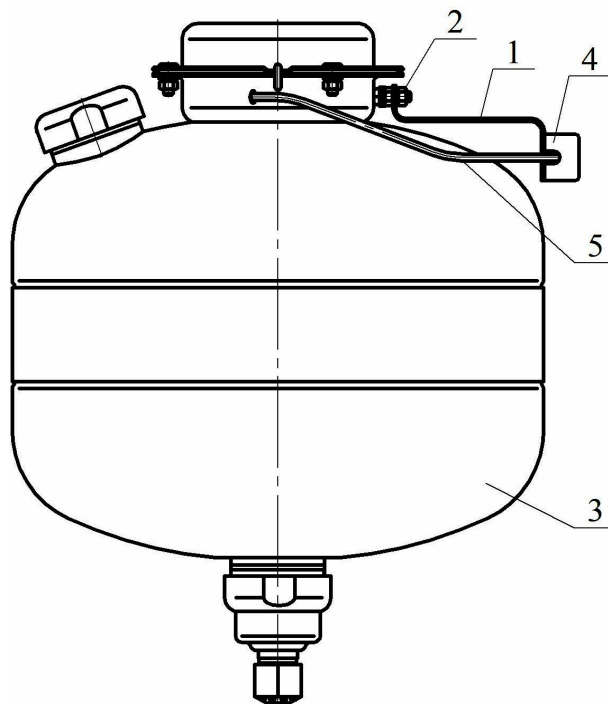

Рисунок 2
ж) по заявке Потребителя (см. рисунок 2):
4.1.2 Для удобства монтажа по заявке Потребителя МУПТВ может быть дополнительно укомплектован коробкой монтажной огнестойкой КМ-О 4(к)-IP41-s с кронштейном для монтажа ее на корпусе модуля (см. рисунок 2). В данном случае на кронштейне **1**, закрепленном гайкой **2** на фланце МУПТВ **3**, установлена коробка монтажная **4**. Выводы элемента электропускового **5** ИХГ, вставленные в трубку ПВХ, соединены с коробкой монтажной **4**. Соединение МУПТВ с пусковой цепью производится согласно утвержденному проекту.